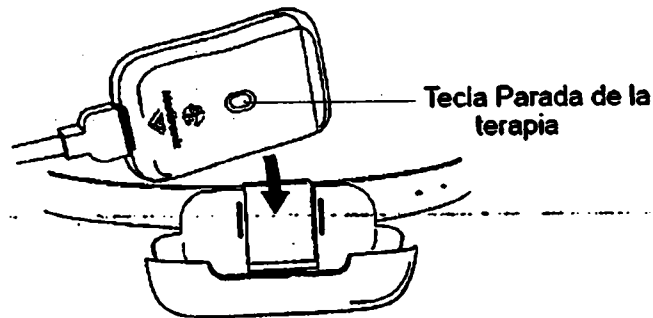

Figura 2.4 Coloque el neuroestimulador externo en el soporte.
- 3. Coloque el neuroestimulador externo en el soporte con la tecla roja Parada de la terapia orientada hacia fuera (Figura 2.4).